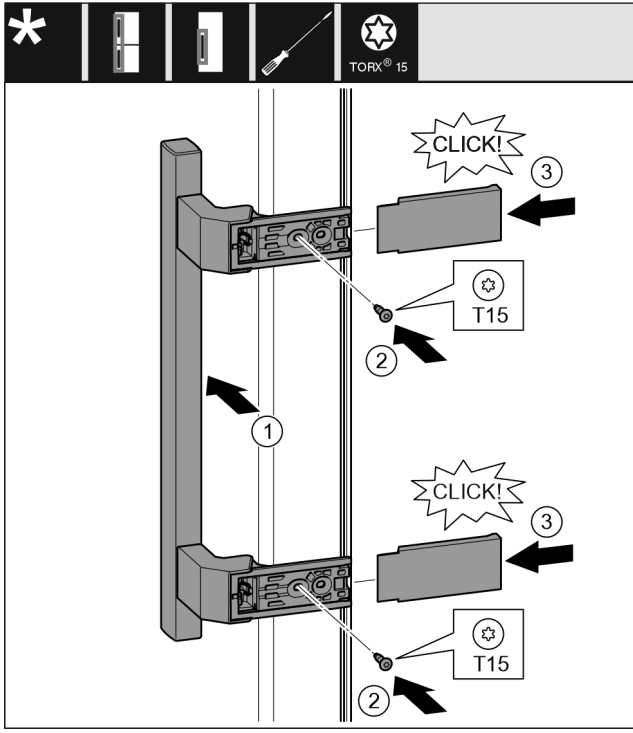

Fig. 16
- Kolu diğer tarafa takın. Fig. 16 (1)
- Cıvataları T15 tornavidayla sıkıca vidalayın. Fig. 16 (2)
- Kapakları yan tarafa dayayın ve içeri sürün. Fig. 16 (3)